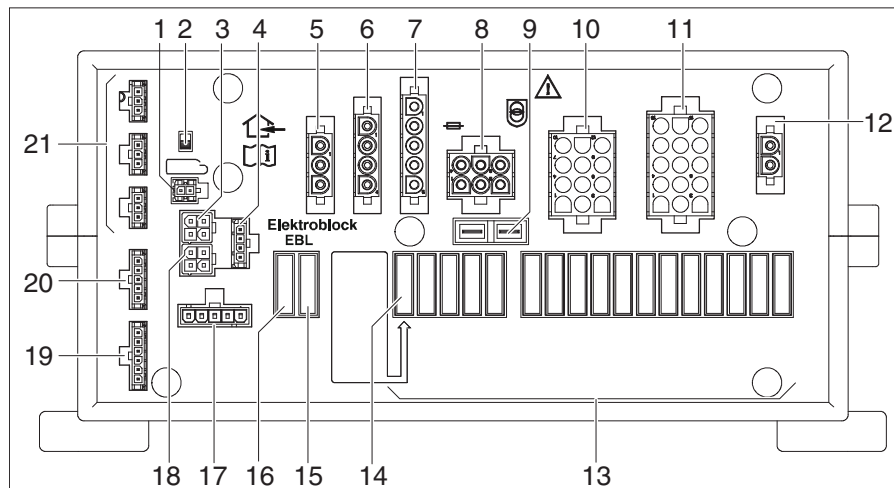

Bild 247 El-block (EBL 402/403)
El-blocket EBL 402/403 (Bild 247) finns i det bakre förvaringsutrymmet på höger sida.
- ▷ Batteribrytaren (Bild 247,2) skiljer alla förbrukare som är anslutna på el-blocket från 12V-nätet.
- Stäng av och sätt på batteribrytaren (Bild 247,2) tre gånger i följd.